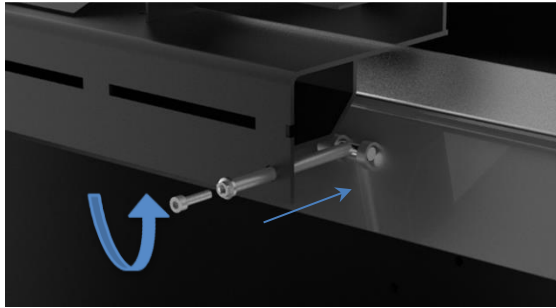

Figura 17 - Regulación de la pala de humos
* Nota: si la instalación tiene un mal tiro, es posible ajustar la trampilla para facilitar el paso del humo por el cuello de la chimenea, Figura 17. Esta operación debe ser realizada por un técnico especializado.